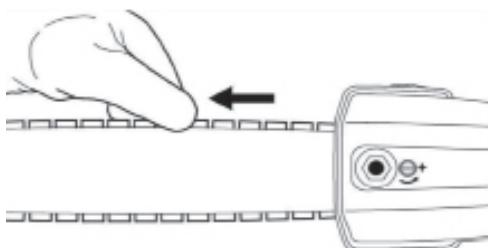

Рис. 10
6. Прокрутите вручную цепь нашине и убедитесь, что цепь плотно легла на зубья приводной звездочки и паз шины (рис. 10).